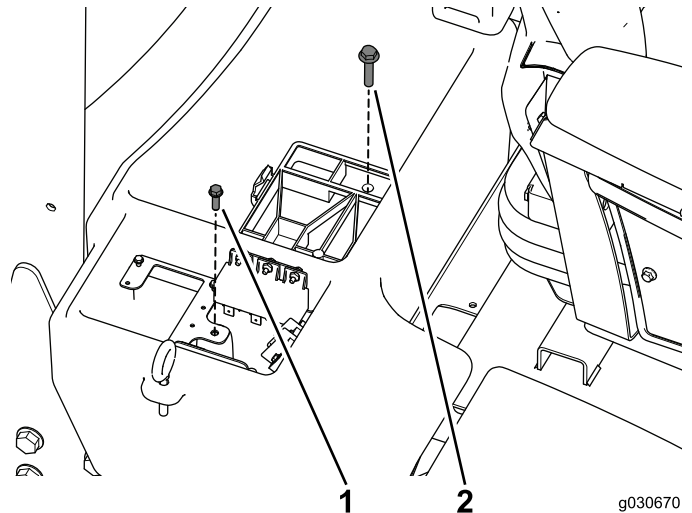

图3
4. 拆下固定线束板的螺丝和固定电池盒的螺栓（图3），并放在一旁。